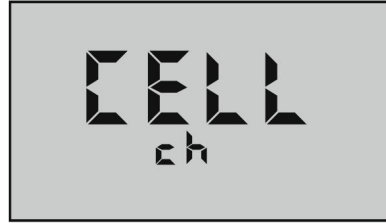

Figura 21
3. Prensas  repetidamente hasta Pasa la ubicación FAC SEL. La pantalla mostrará “CELL ch” (consulte la Figura 21).